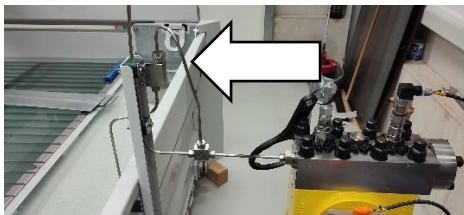

Abb.49 Handventil
2. Druck am Handventil der Hochdruckpumpe ablassen (Abb.49+50 / Pfeil). Öffnen bis es kurz zischt und der Druck auch in der Pumpe auf null gefallen ist..